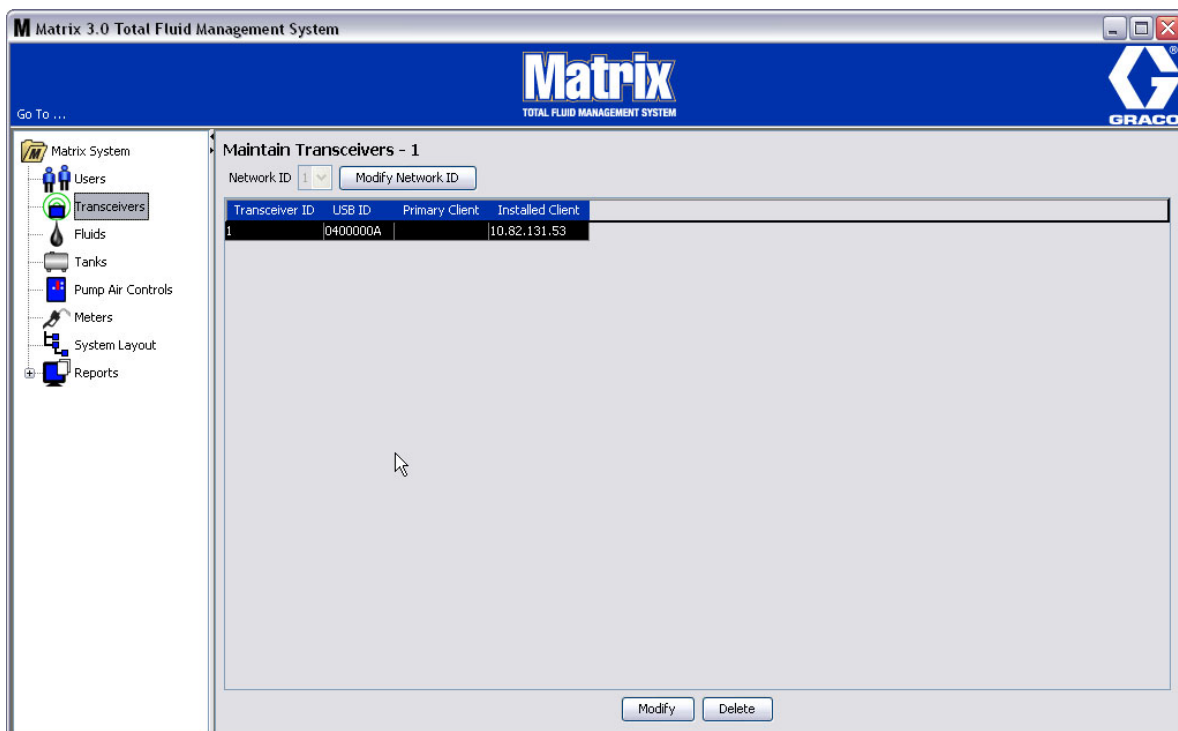
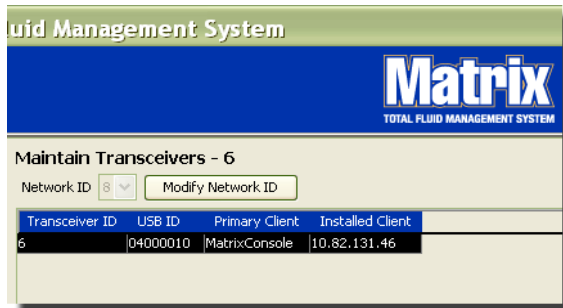

FIG. 58
FIG. 59
La schermata Transceiver (Ricetrasmittitore) del software Matrix 3 Basic visualizzata nella FIG. 58 si utilizza:
2. Per impostare l'ID rete, selezionare il pulsante Modify Network ID (Modifica ID rete) illustrato nella FIG. 59.
4. Il numero ID rete selezionato ora è visualizzato sulla parte superiore della schermata Transceiver (Ricetrasmittitore) nel campo Network ID (ID rete) come illustrato nella FIG. 58 e nella FIG. 59.